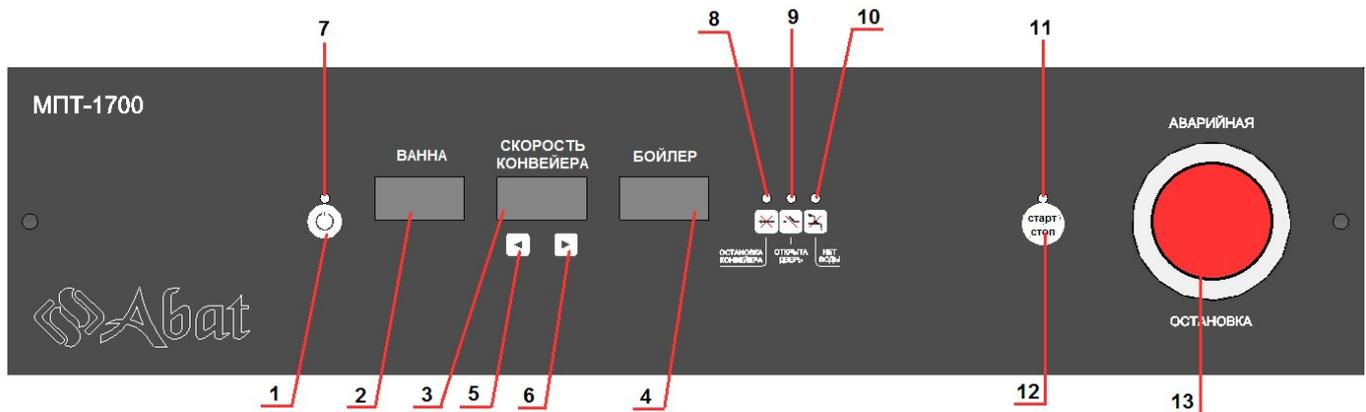
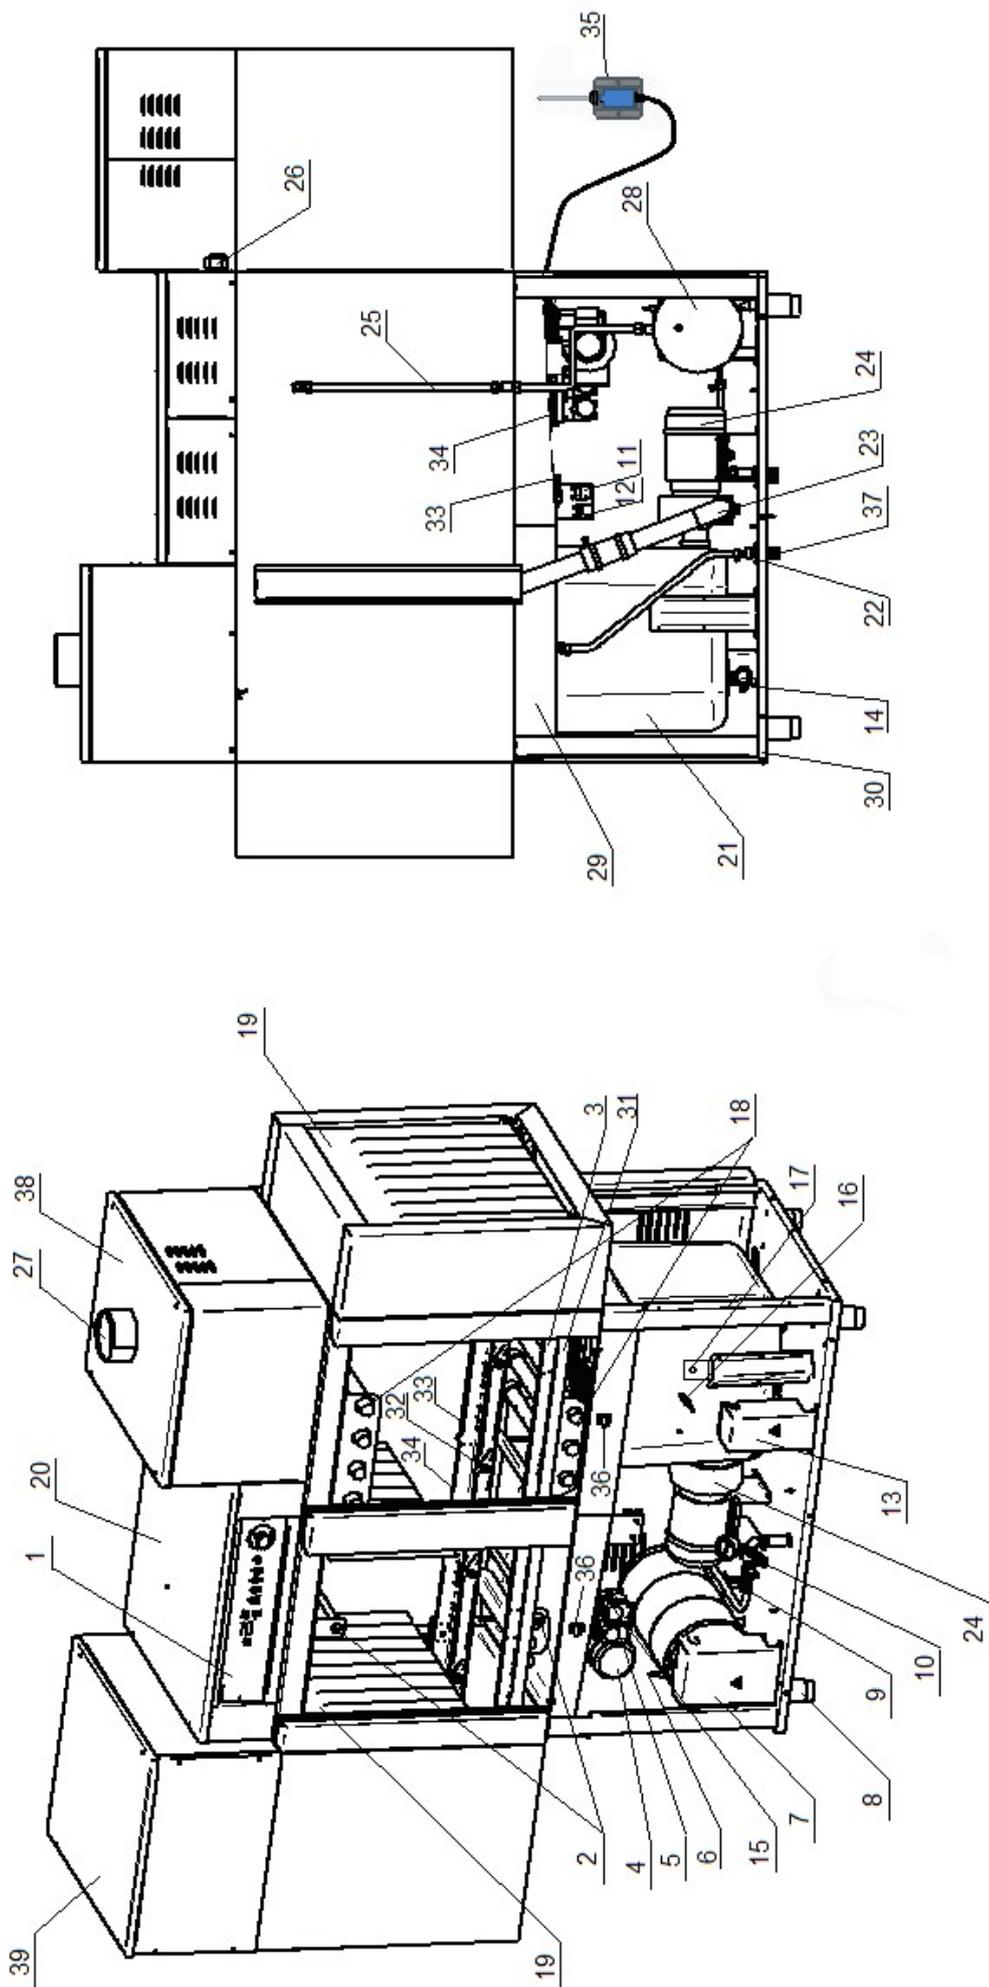

Рис. 2.1 Панель управления машин МПТ-1700, 1700л, 1700-01, 1700-01л
Рис. 3.5 Устройство посудомоечной машины МПТ-2000 (правая)
На крыше машины установлены панель управления (рис. 2.1, 2.2 и рис. 3.1-3.6, поз. 1), теплообменник (только в МПТ-1700-01, 1700-01л, 2000, 2000л) (рис. 3.3-3.6, поз. 38) и модуль сушки (только в МПТ-2000, 2000л) (рис. 3.5, 3.6, поз. 39).
- семисегментный индикатор «Ванна» (рис. 2.1, 2.2, поз. 2) (далее по тексту – индикатор «Ванна»). Во время работы отображается текущая температура «Ванна»;
- семисегментный индикатор «Скорость конвейера» (рис. 2.1, 2.2, поз. 3) (далее по тексту – индикатор «Скорость конвейера»). Во время работы отображается выбранная скорость конвейера;
- семисегментный индикатор «Бойлер» (рис. 2.1, 2.2, поз. 4) (далее по тексту – индикатор «Бойлер»). Во время работы отображается текущая температура «Бойлера».
- единичный светодиод кнопки «Сеть» (рис. 2.1, 2.2, поз. 7). Светодиод загорается при подаче напряжения на машину. После выхода машины из «дежурного» режима светодиод гаснет.
- единичный светодиод «Остановка конвейера» (рис. 2.1, 2.2, поз. 8). Светодиод загорается при достижении кассеты датчика остановки конвейера (рис. 3.1-3.6, поз. 35);
- единичный светодиод «Открыта дверь» (рис. 2.1, 2.2, поз. 9). Светодиод загорается при открывании двери;
- единичный светодиод «Нет воды» (рис. 2.1, 2.2, поз. 10). Светодиод загорается при отсутствии воды в бойлере и/или ванне;
- единичный светодиод «Старт/Стоп» (рис. 2.1, 2.2, поз. 11). Светодиод загорается при запуске машины в работу;
- единичный светодиод «Сушка» (рис. 2.1, 2.2, поз. 14). Светодиод загорается при включении вентилятора и ТЭНов сушки;
- кнопка «Вкл/Откл» (рис. 2.1, 2.2, поз. 1) – для включения и выключения машины в работу;
- кнопка «Меньше» (рис. 2.1, 2.2, поз. 5) и кнопка «Больше» (рис. 2.1, 2.2, поз. 6). При нажатии и отпускании кнопки значение скорости конвейера изменяется на единицу;
- кнопка «Старт/Стоп» (рис. 2.1, 2.2, поз. 12) – для запуска машины в работу;
- кнопка «Аварийная остановка» (рис. 2.1, 2.2, поз. 13) – для экстренного останова машины;
- кнопка «Сушка» (рис. 2.1, 2.2, поз. 15) служит для включения вентилятора и ТЭНов сушки.
Одновременно с началом заполнения ванны и бойлера водой на панели управления машины включается светодиод «Нет воды» (рис. 2.1, 2.2, поз. 10).
панели управления над символом загорается светодиод «Открыта дверь» (рис. 2.1, 2.2, поз. 9) - залив воды в ванну через бойлер (ополаскивающие разбрызгиватели) приостанавливается, при этом залив воды в ванну через гусак – не прекращается. После закрытия двери(ей) залив воды в ванну через бойлер продолжается.